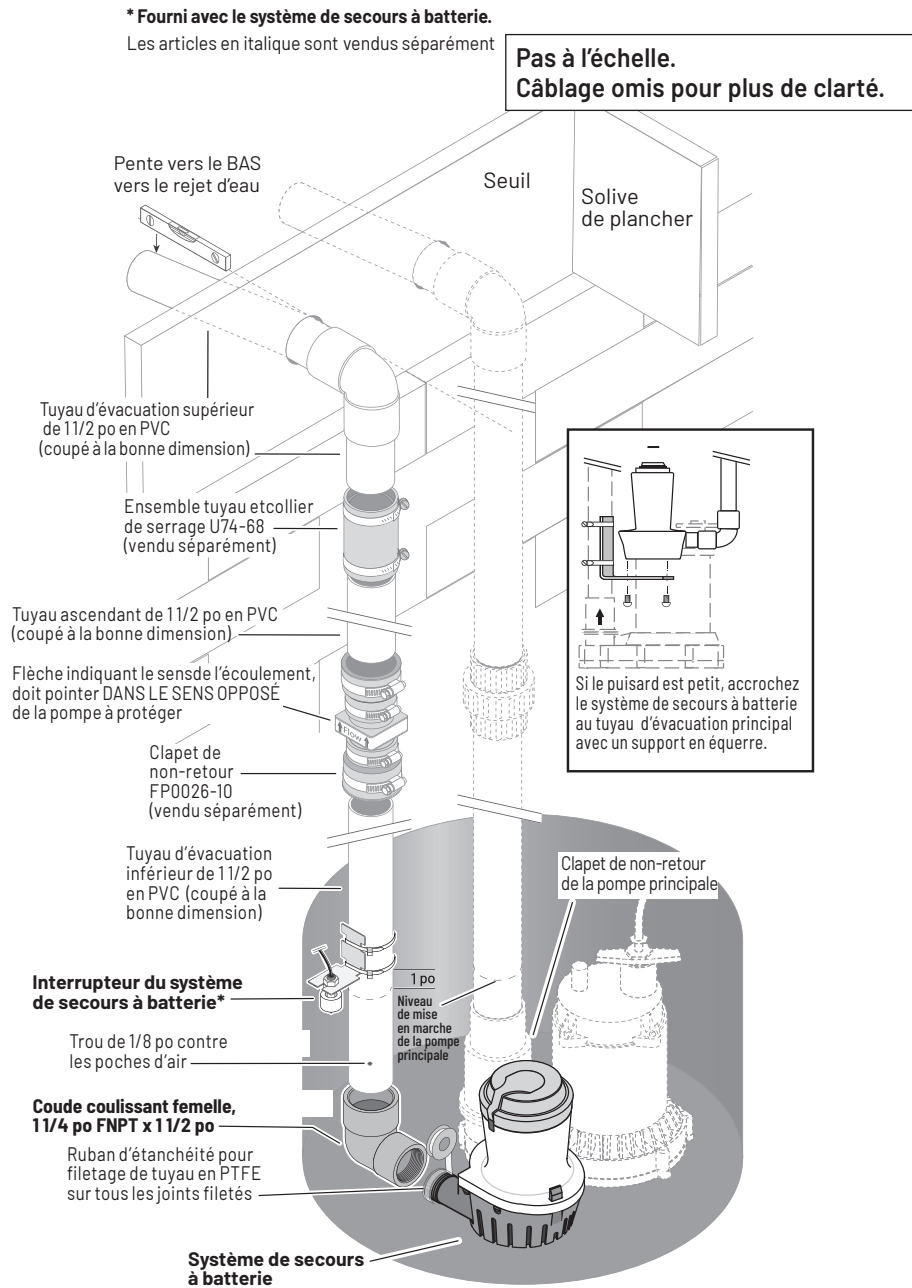

FIGURE 2 : ÉVACUATION SÉPARÉE - INSTALLATION TYPE
- ◆ Consultez les pages 5 à 8 pour déterminer la méthode d'installation qui vous convient le mieux. Une installation à « évacuation séparée » (voir la figure 2) est recommandée.
4. Si le puisard est trop petit pour permettre aux deux pompes de tenir côte à côte sur le fond du puisard, installez un support en équerre sur le tuyau d'évacuation de la pompe de puisard principale avec des colliers de serrage en acier inoxydable. Installez la pompe de secours sur le support en équerre (figure 2).
5. Coupez un morceau de tuyau en PVC de 1 1/2 po allant du coude d'évacuation de la pompe de secours jusqu'à environ un (1) pied au-dessus du plancher du sous-sol. Il s'agit du tuyau d'évacuation inférieur.
La méthode d'installation facile recommandée suggère d'installer les deux pompes au fond du puisard. Voir Figure 2. Le diamètre minimal requis du bassin de puisard au fond de la fosse et la profondeur recommandée du bassin de puisard sont de 18 po.